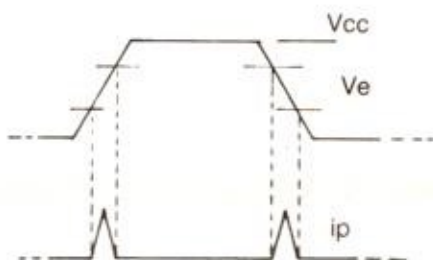

FIGURE 5. - Consommation de courant pendant les transitions.
- Pratiquement, la consommation des C-MOS n'apparaît qu'en régime dynamique, au moment de la transition de la tension de grille de 0 à 1. En effet, lorsque cette tension est de l'ordre de  $1/2 V_{cc}$ , les deux transistors tendent à conduire en même temps. Voir figure 5. Plus il y a de commutations et plus il y a de consommation : celle-ci est donc proportionnelle à la fréquence des signaux transmis.